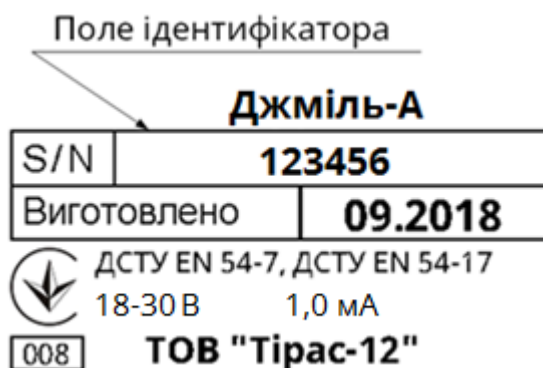

Рисунок 4 – Фірмова етикетка оповіщувача
6.2 Реєстрація (приписка) оповіщувача в СПСА можлива в автоматичному або ручному режимі. При автоматичному пошуку ППКП «Тірас-А» формує список з усіх змонтованих компонентів, після чого використовуючи підсилену індикацію їх необхідно розподілити в зони. При ручній приписці використовується ідентифікатор оповіщувача, що записаний на фірмовій етикетці оповіщувача (рисунок 4). Для ручної приписки необхідно обрати зону та задати ідентифікатори оповіщувачів, що фізично змонтовані в даній зоні; ППКП «Тірас-А» виконає пошук по вказаним ідентифікаторам. Детально